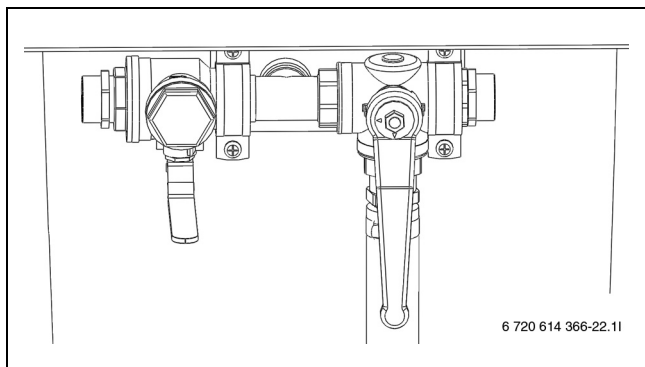

Bild 26 Påfyllningsstation i blandningsläge
- ▶ Vrid ventilerna på påfyllningsstationen så att de står i blandningsläge (→ Bild 26).